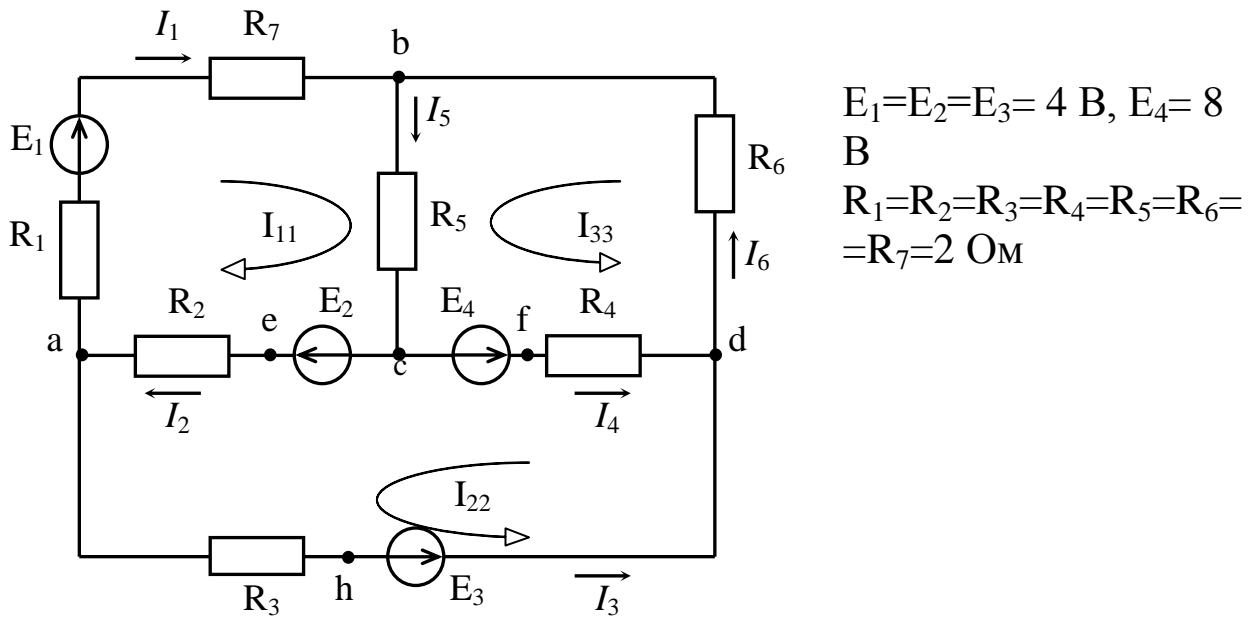
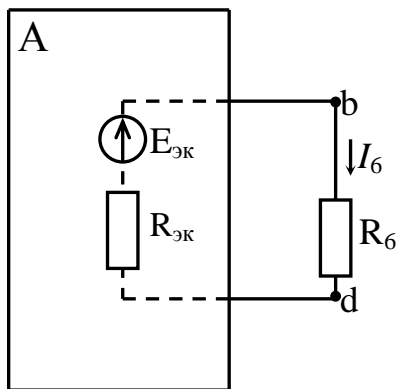
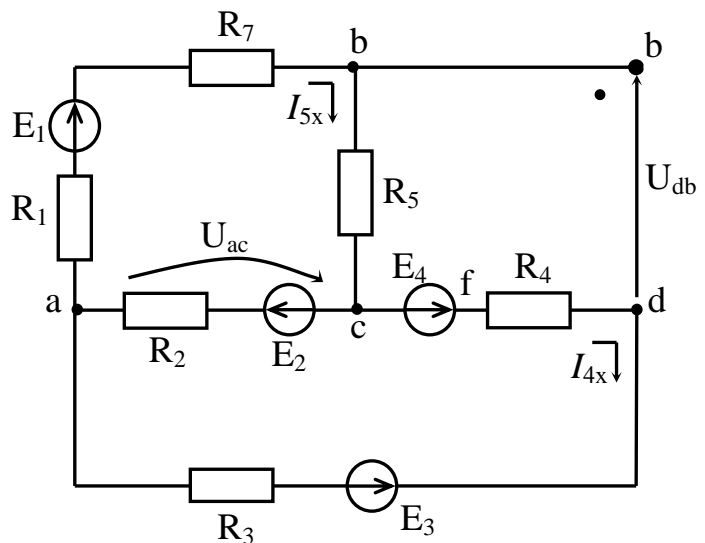
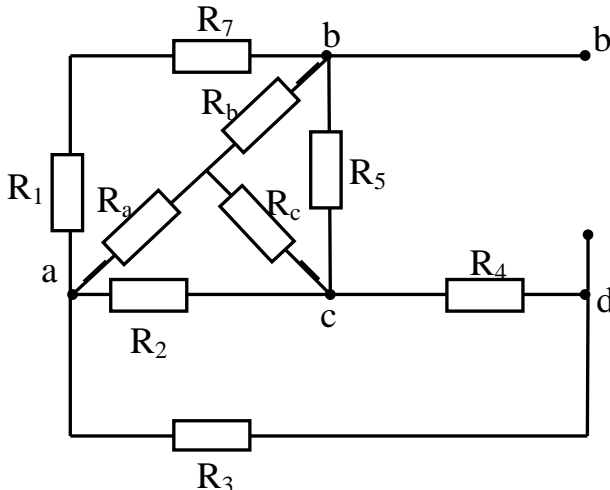

Рис. 3.2. Пример расчетной схемы постоянного тока
Рис. 3.3.
Рис. 3.4. Схема для определения $E_{эк}$
Рис. 3.5. Схема для определения $R_{\text{эк}}$
3.2. Рассмотрим в качестве примера расчет схемы, представленной на рис. 3.2, для которой задано:
3.2.1. Запишем для схемы на рис. 3.2 уравнения по законам Кирхгофа, необходимые для определения всех токов.
Количество уравнений, записываемых по первому закону Кирхгофа, должно быть на единицу меньше, чем число узлов схемы, т.е. для схемы на рис. 3.2 должно быть три уравнения, например, для узлов a, b, c:
Так как в цепи на рис. 3.2 шесть ветвей и шесть токов, то остальные три уравнения записываем по второму закону Кирхгофа:
3.2.2. Рассчитаем схему на рис. 3.2 методом контурных токов:
Токи ветвей определяем через контурные токи (из схемы на рис. 3.2):
3.2.3. Определим ток в ветви bd (ток I_6) методом эквивалентного генератора. Для этого исходную схему на рис. 3.2 сводим к схеме, представленной на рис. 3.3, где в качестве активного двухполюсника А рассматривается исходная схема в режиме холостого хода, т.е. без ветви bd (рис. 3.4).
Из схемы на рис. 3.3 ток I_6 можно определить по закону Ома для замкнутой цепи:
ЭДС эквивалентного генератора $E_{\text{эк}}$ найдем как U_{db} на схеме на рис. 3.4, т.е. в режиме холостого хода исходной схемы на рис. 3.2. Для этого найдем токи I_{4x} , I_{5x} методом двух узлов для схемы на рис. 3.4:
Внутреннее сопротивление эквивалентного генератора $R_{\text{эк}}$ находим как внутреннее сопротивление схемы на рис. 3.4. Для этого преобразуем треугольник сопротивлений $R_1R_2R_5R_7$ в звезду сопротивлений $R_aR_bR_c$, как это показано на рис. 3.5, после чего найдем $R_{\text{эк}}$: